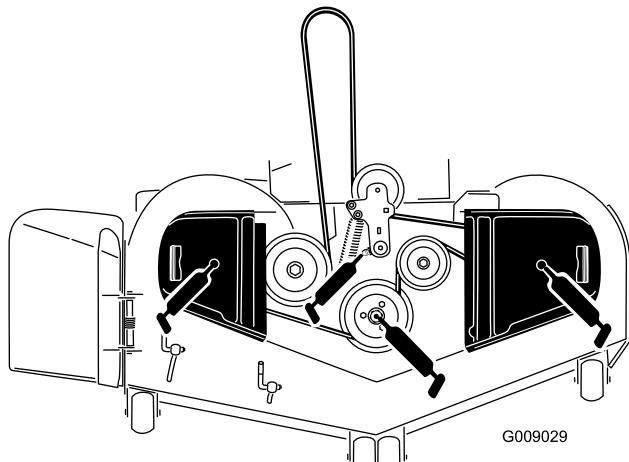

Figura 39
- Engrase el pivote de la polea tensora de la carcasa del cortacésped hasta que salga grasa por el extremo inferior (Figura 39).
- Engrase los tres cojinetes de los ejes hasta que rezume grasa de las juntas inferiores (Figura 39).